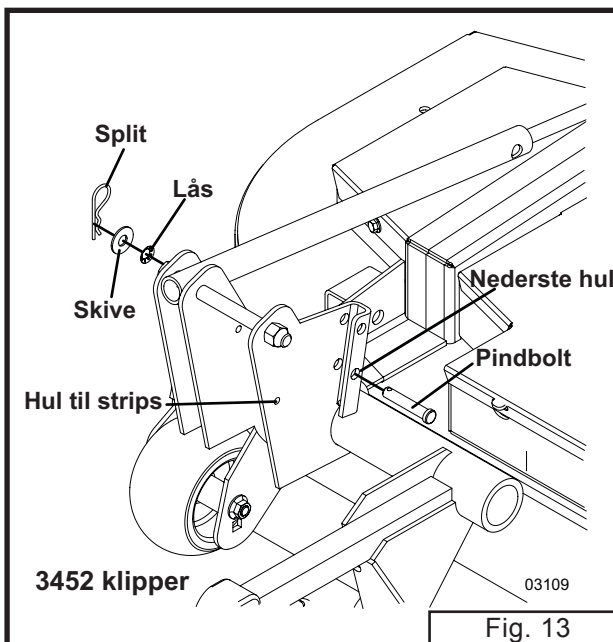

Fig. 13
- På model 3452 skal pindbolten i venstre side placeres i løftearmsbeslagets nederste hul (se fig. 13)